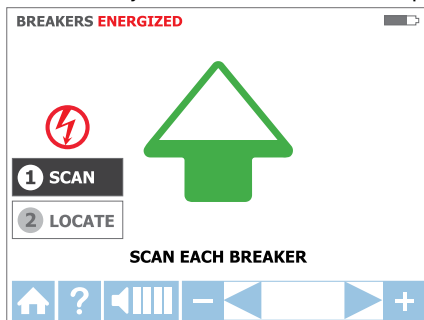

Figura 3.3b
Passo 1 - ❶ RASTREAR:
1. A unidade começará automaticamente em modo ❶ RASTREAR como mostrado na Figura 3.3b.